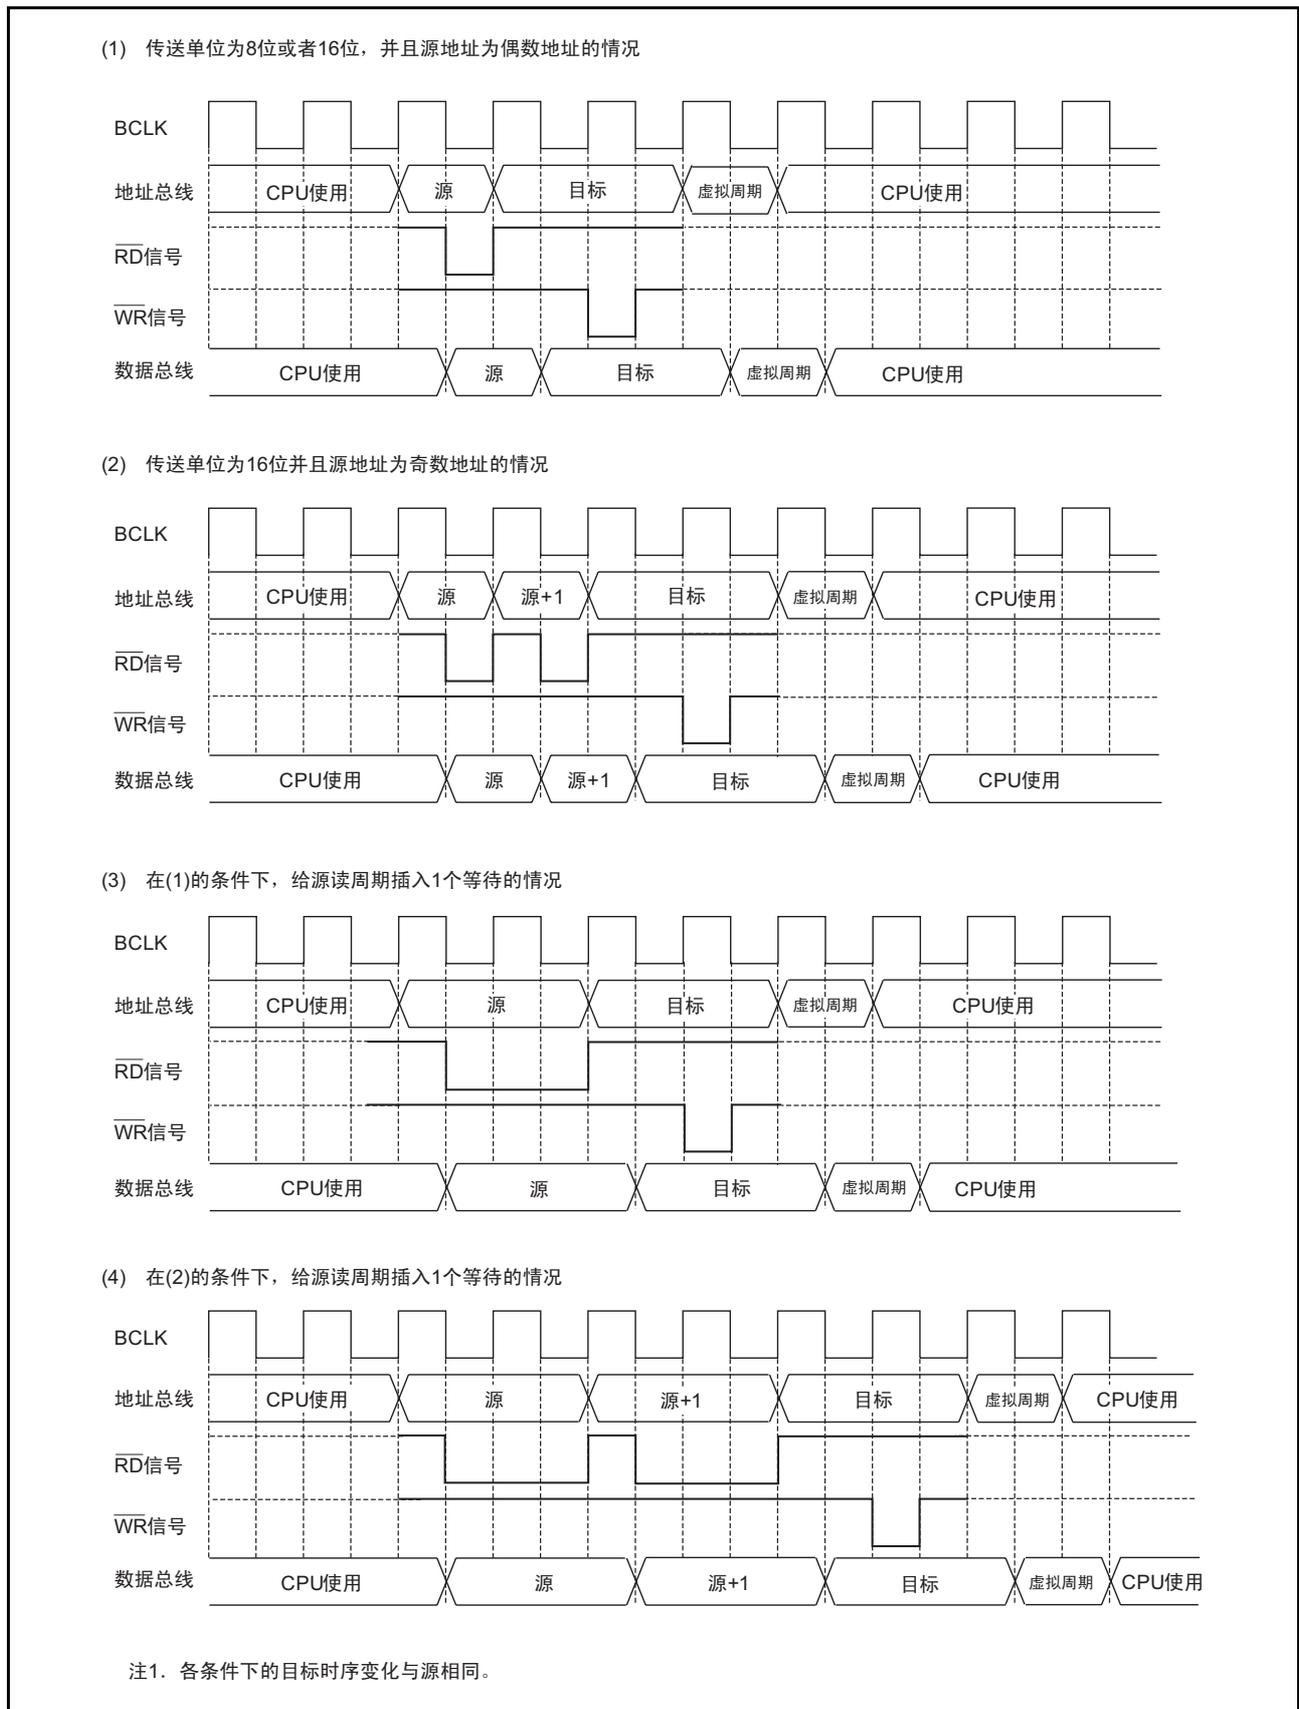

图 16.2 源读周期的例子
源读周期的例子如图 16.2 所示。为了方便起见，图中的目标写周期为 1 个周期，并表示有关源读的各条件的周期数。实际上，目标写周期和源读周期一样，也因各条件的影响而使传送周期发生变化。在计算传送周期时，必须符合目标写周期和源读周期的各条件。例如，在传送单位为 16 位并且源地址和目标地址都为奇数地址（图 16.2 的 (2)）时，源读周期和目标写周期各需要 2 个总线周期。